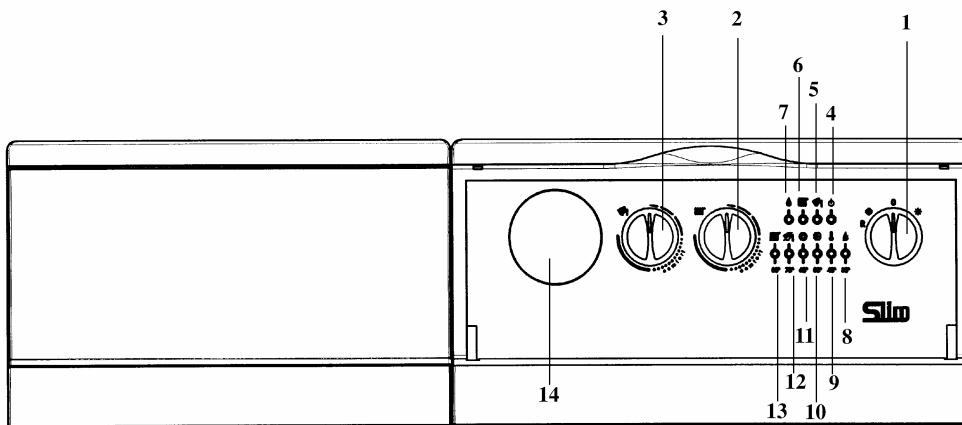

Рис. 1: Панель управления котла
- установить переключатель режимов «лето - зима» (рис. 1, позиция 1) в нужный режим;
- установить регулятор температуры воды в системе отопления (рис.1, позиция 2) на нужное значение;
- установить регулятор температуры воды в бойлере (рис.1, позиция 3) на нужное значение;
Режим работы в системе ГВС может быть исключен путем установки регулятора температуры воды в бойлере (рис.1, позиция 3) на минимальное значение, необходимое для защиты бойлера от замерзания.
Режим работы в системе ГВС можно исключить, установив ручку (рис.1, позиция 3) в положение минимума, что соответствует работе бойлера в режиме "антизаморозки".
Важная информация: при переключателе режимов «лето - зима» (рис. 1, позиция 1), установленном в положении «зима» , перед каждым очередным включением котла по сигналу регулятора системы отопления установлена задержка на несколько минут (для того чтобы избежать частых включений/выключений). Для того чтобы горелка включилась сразу, переведите переключатель в положение (0), а затем снова установите режим «зима».
- установить переключатель режимов лето-зима (рис.1, позиция 1), в положение "лето";
- установить регулятор температуры воды в бойлере (рис.1, позиция 3) на нужное значение.
Внимание! При первом включении внутри трубы подачи газа могут образоваться воздушные пробки. В таких случаях горелка не будет включаться и произойдет блокировка котла по газу (загорается красная лампочка блокировки котла - рис. 1, позиция 8). При возникновении данной проблемы повторите процесс включения котла до поступления газа в горелку, кратковременно установив перед включением переключатель режимов (рис. 1, позиция 1) в положение R (сброс).
Данное устройство может быть снабжено комнатным термостатом для контроля температуры отапливаемого помещения. В этом случае регулятор температуры воды в системе отопления (рис.1, поз. 2) устанавливается в максимальное положение, а сигналы на включение и выключение котла поступают от комнатного термостата.
При отсутствии комнатного термостата температура помещения регулируется косвенным образом при помощи регулятора температуры воды в системе отопления (рис.1, поз. 2); при таких условиях насос системы отопления работает постоянно. Для увеличения температуры повернуть регулятор по часовой стрелке, для уменьшения - против часовой стрелки.
- Установить переключатель режимов (рис. 1, поз. 1) в положение «лето» ☀. В этом случае котел будет работать только на контур ГВС.
- Установить переключатель режимов (рис. 1, поз. 1) в положение (0), проследив, чтобы лампочка-индикатор (рис. 1, позиция 2) погасла; таким образом прекращается подача электричества на котел.
Регулятор температуры воды в бойлере (рис. 1, поз. 3) может использоваться только при наличии накопительного бойлера. В этом случае возможно отрегулировать температуру воды контура ГВС, установив регулятор на нужное значение.
Приоритет ГВС можно отключить установив регулятор (рис. 1, поз. 3) на минимальное значение в соответствии с функцией защиты от замерзания воды в бойлере.
- переключатель режимов (рис.1, позиция 1) не установлен в положение (0);
Если Вы не хотите нагревать воду в бойлере, переведите регулятор температуры горячей воды (рис.1, позиция 3) на минимальное значение (0); электронная система управления проследит за тем, чтобы температура не опускалась ниже 5°C.